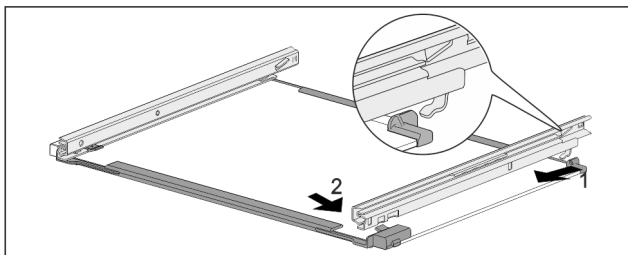

Fig. 158 Glasplatte mit Schienen
- ▶ Schiene hinten einhaken. Fig. 158 (1)
- ▶ Schiene vorne einrasten. Fig. 158 (2)